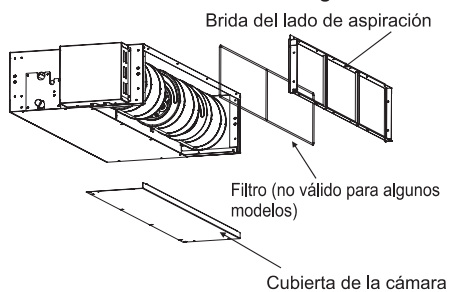

Fig. 3.1.2
- (1) Retire la brida del lado de admisión y, a continuación, retire la cubierta de la cámara. Consulte las instrucciones en la Fig. 3.1.2.